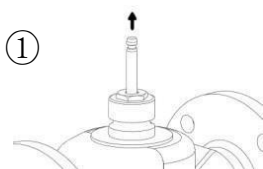

Рис. 5
- 1. Сначала используйте инструмент (плоскогубцы или гаечный ключ), чтобы вытянуть шток регулятора из корпуса клапана до верхней точки; Обратите внимание на защиту во время работы, чтобы предотвратить повреждение штока клапана (Рис.5);